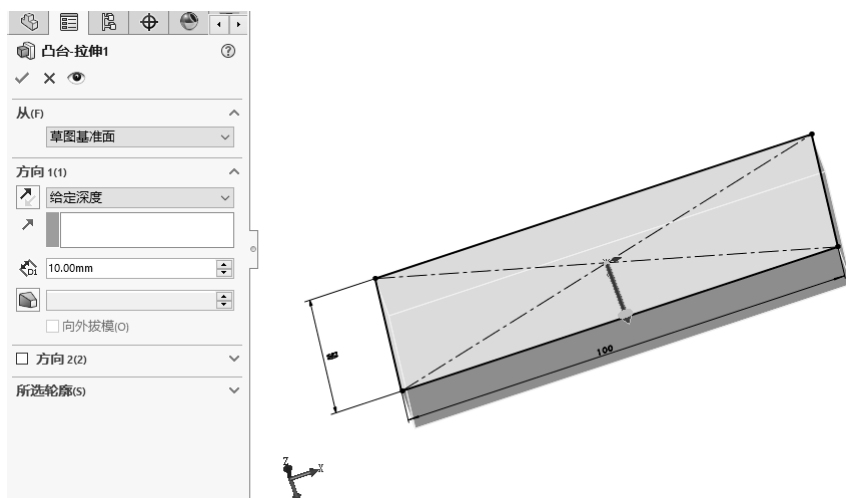

图 1-31 弹出式特征管理器设计树
(11) 右击【特征管理器设计树】，在弹出的快捷菜单中单击【编辑】按钮，在弹出式特征管理器设计树查看模型并进行操作，而左窗格中显示【属性管理器】，如图 1-31 所示。